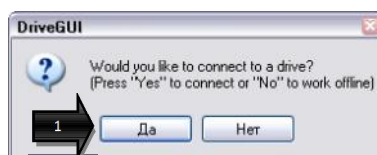

Рисунок 4 – Диалоговое окно подключения к приводу
4.2 Появившееся диалоговое окно (рис. 4) спрашивает: «Желаете подключиться к приводу?»